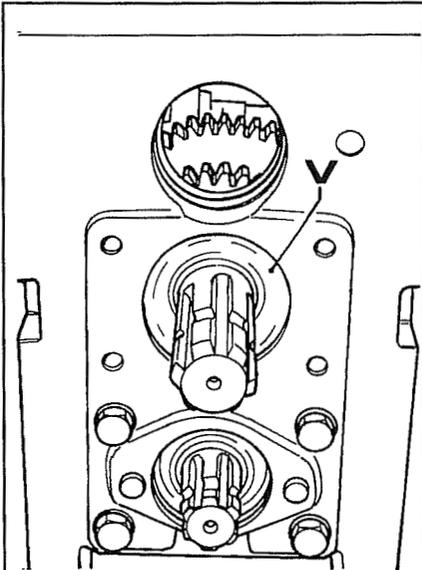

Fig. 16
6. Enlever l'anneau pare-huile **V** fig. 16 et le circlips placé dessous par le côté arrière du carter.